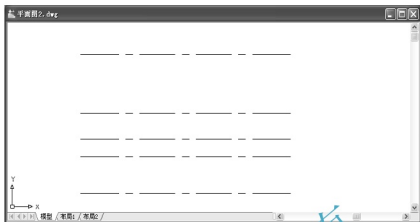

图 2.25 用【偏移】命令生成 C~E 轴线
(2) 用相同的方法生成 C~E 轴线, 如图 2.25 所示。